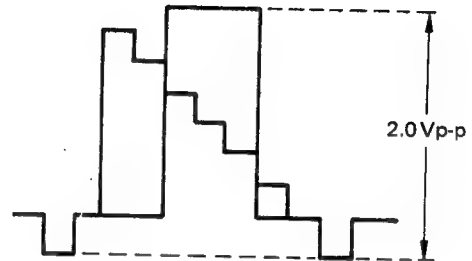

Abb. 8-28
2. Farbbalken (Stufen-Welle) an die Eingangsbuchse anlegen. TP402 mit dem Oszilloskop (externe Triggerung bei TP505) beobachten, R210 (EE-Pegel) so einstellen, daß die in Abb. 8-28 gegebenen Anforderungen erfüllt werden.